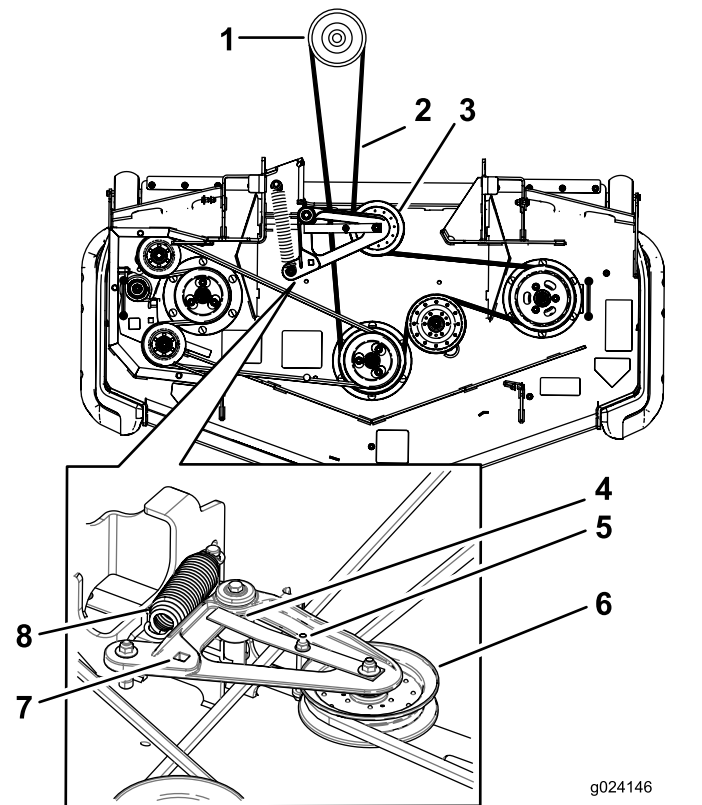

Figure 93
6. Insérez un rochet dans le trou carré du bras de la poulie de tension pour détendre le ressort de la poulie de tension (Figure 93).
8. Acheminez la courroie neuve autour des poulies du tablier de coupe et de la poulie d'embrayage, sous le moteur (Figure 93).
9. Tournez et vérifiez que la patte du guide-courroie vient frapper le moyeu de pivot (Figure 93).
10. Insérez le rochet dans le trou carré et chaussez la courroie sur la poulie de tension à ressort (Figure 93). Engagez les extrémités du ressort dans les rainures d'ancrage.